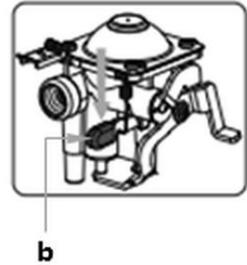

Fig. 5
- coloque la muletilla (17) en posición APAG. (16);
- abra la tapa del compartimento del cartucho (6);
- coloque la palanca de bloqueo de cartucho (20) en posición UNLOCK (14) y retire el cartucho de gas (7);
- ajuste la muletilla (17) en posición de encendido (18) para liberar la sobrepresión en la válvula;
- presione hacia abajo la palanca de reinicio (b) con una boquilla de goma roja (fig. 5);
- coloque la palanca de bloqueo de cartucho (20) en posición FUEL LOCK (13);